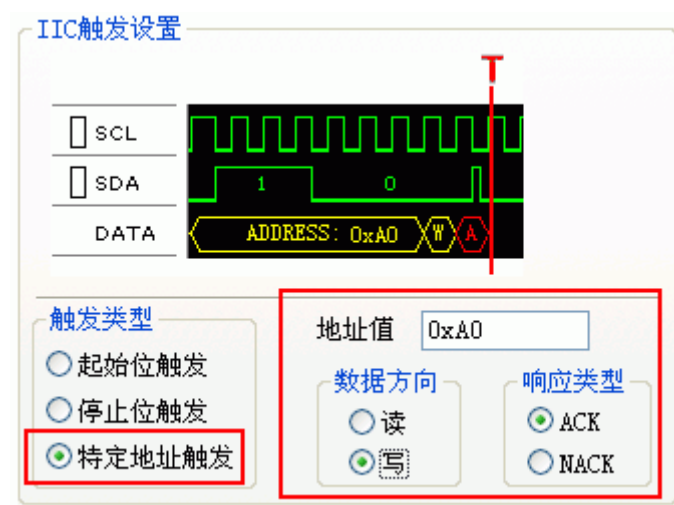

图 10.13 设置特定地址触发
3. 设置I²C “特定地址”、数据方向为写、响应类型为ACK时触发。在这里设置当发出的器件从地址是0xA0、往该器件写数据、并且器件的响应是ACK时触发。如图 10.13所示。